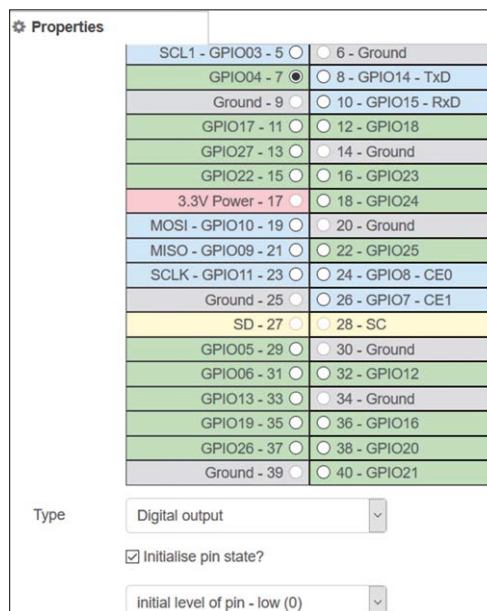

Figure 5.46 Configuration du nœud GREEN
- Créer 3 **rpi gpio out** les nœuds des broches GPIO GPIO 2, GPIO 3 et GPIO 4, et nommez-les comme **Rouge**, **Orange**, et **Vert** respectivement. À titre d'exemple, la figure 5.46 montre la configuration du nœud GREEN.